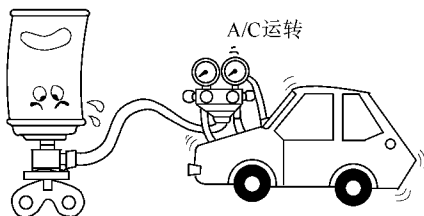

图 19-22 在 A/C 运转中和补充气态制冷剂时的注意事项
- (4) 在 A/C 运转中和补充气态制冷剂时应注意，如图 19-22 所示：